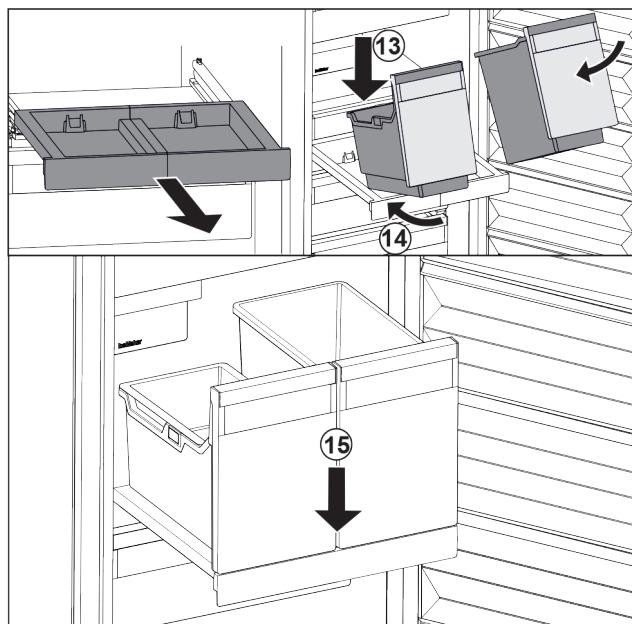

Fig. 95
- Nasad'te nádobu šikmo na vyťahovaciu poličku. Fig. 95 (13)
- Zasuňte nádobu šikmo dozadu. Fig. 95 (14)
- Zložte nádobu vpredu. Fig. 95 (15)